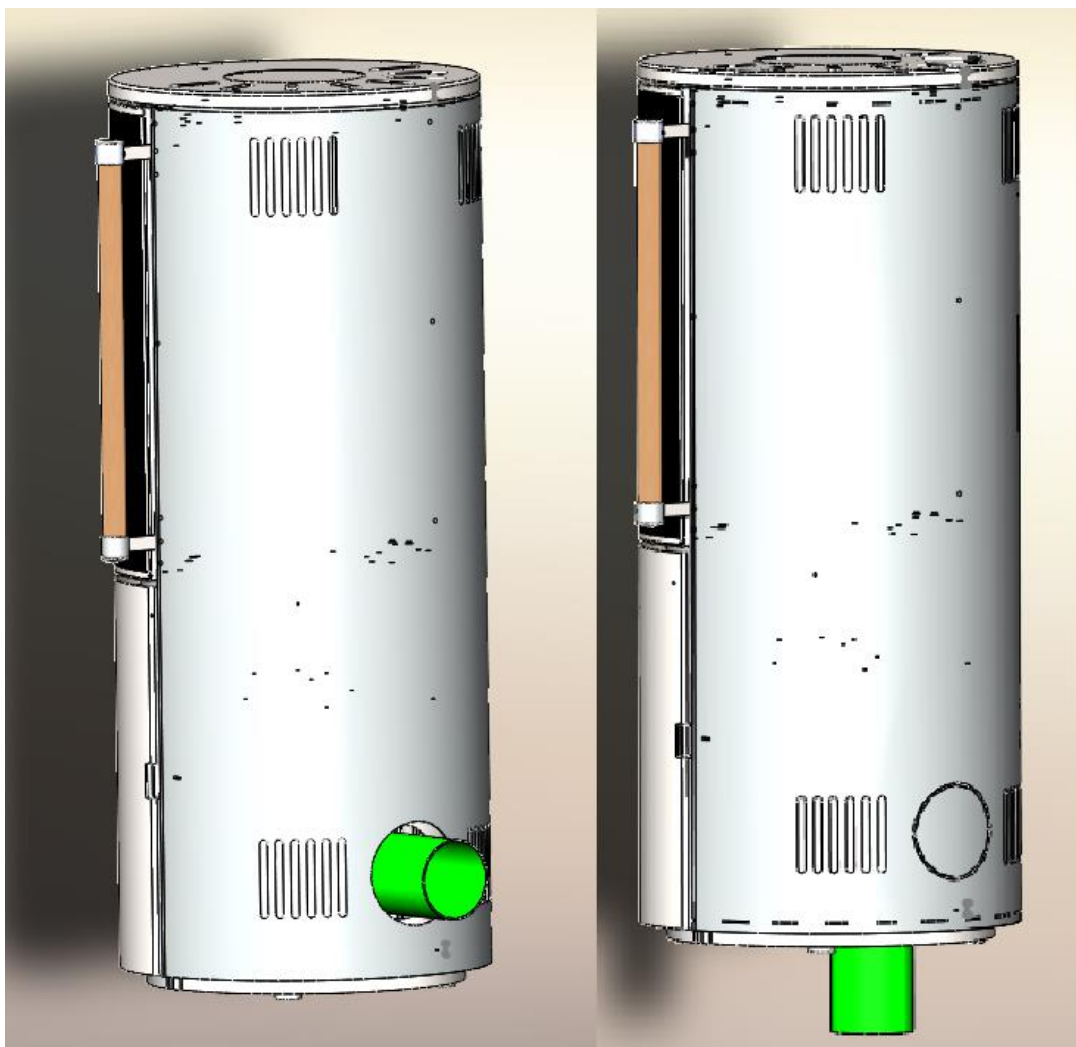

Figura 4 Racord pentru aer exterior în spate / în partea de jos
5. Figura 4 Racord pentru aer exterior în spate / în partea de jos	Pagină 7